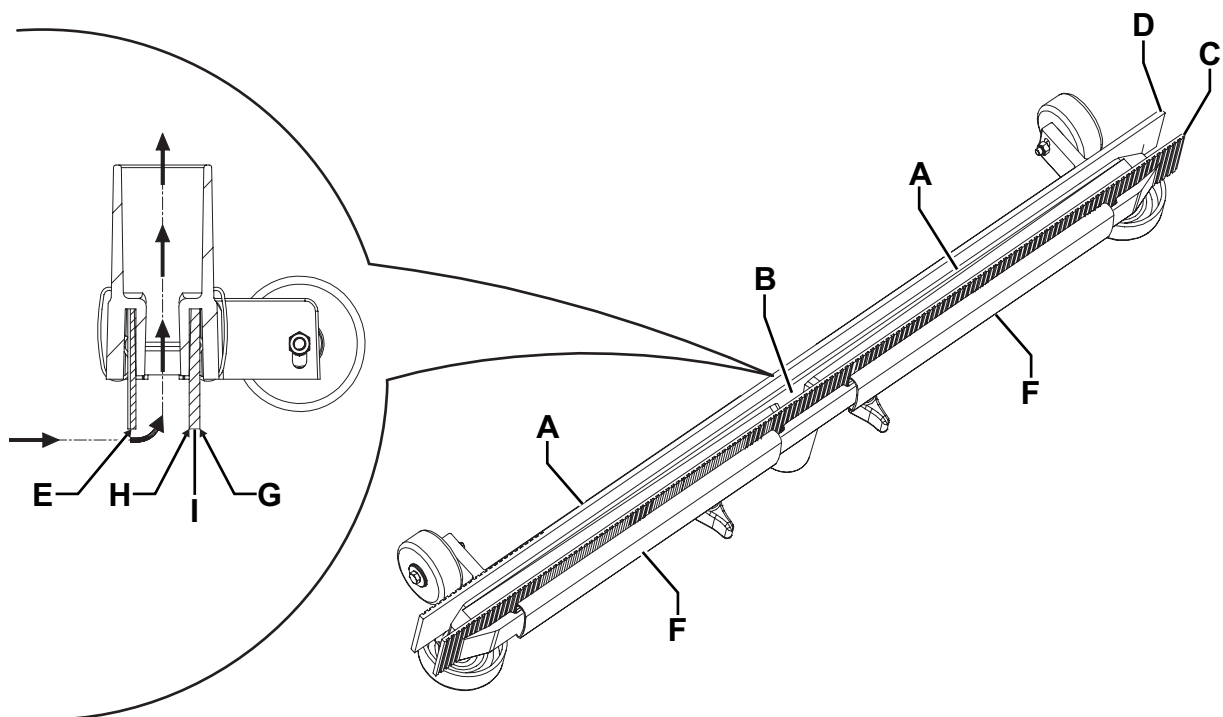

Figure 7
2. Contrôler que les interrupteurs (62) et (63) sont en position « 0 ».
3. Baisser l'embouchure au moyen de la pédale (19).
4. Déconnecter le tuyau d'aspiration (22) de l'embouchure.
5. Desserrer les boutons (12) et déposer l'embouchure (11).
6. Laver et nettoyer l'embouchure. Nettoyer en particulier les compartiments de convoyage (A, Fig. 7) et l'orifice d'aspiration (B) de la saleté et des déchets.
7. Contrôler que la lamelle en caoutchouc avant (C) et la lamelle en caoutchouc arrière (D) sont intactes et qu'elles ne présentent pas de coupures ou déchirures ; dans le cas contraire, les remplacer (voir la procédure au paragraphe suivant).
2. Contrôler que les bords de la lamelle en caoutchouc avant (E, Fig. 7) et de la lamelle en caoutchouc arrière (I) se posent simultanément sur un plan, sur toute leur longueur ; dans le cas contraire, régler leur hauteur en procédant comme suit :
- Déposer les ressorts de fixation (F), puis régler la lamelle en caoutchouc avant (C) et la lamelle en caoutchouc arrière (D).
3. Contrôler que la lamelle en caoutchouc avant (C) et la lamelle en caoutchouc arrière (D) sont intactes et qu'elles ne présentent pas de coupures ou déchirures ; en cas contraire, les remplacer en procédant comme suit. Contrôler aussi que l'arête de la lamelle en caoutchouc arrière (H) n'est pas usée ; dans le cas contraire, renverser la lamelle, en remplaçant l'arête usée avec l'autre arête (G), si elle est encore intacte. Si l'autre arête est usée, remplacer la lamelle en caoutchouc, en procédant comme suit :
- Déposer les ressorts de fixation (F), puis remplacer (ou tourner) la lamelle en caoutchouc arrière (D).
4. Installer l'embouchure (11) et serrer les boutons (12).
5. Connecter le tuyau d'aspiration (22) à l'embouchure (11).